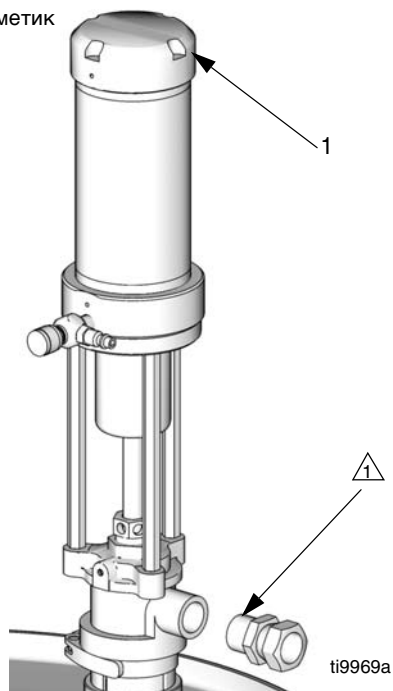

Рис.5
- 2 Нанесите герметик для резьбы на фитинг с наружной резьбой (не поставляется в комплекте) и введите его в выходное отверстие. См. Рис.5.
- 3 Пользуйтесь имеющимися бирками (70) при подборе насоса, подходящего для вашего материала. См. Рис.5.